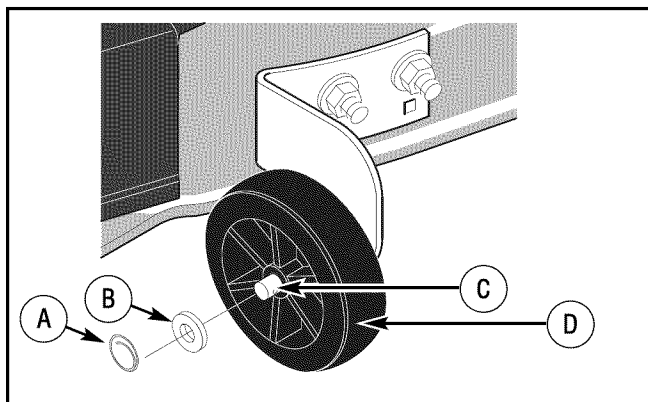

Figura 32: Instalación de la rueda de auxilio
1. Retire las **ruedas del medidor** (Figura 32).